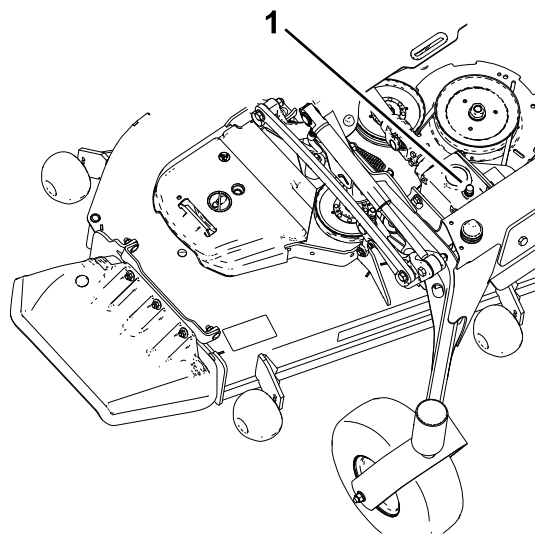

Figura 54
5. Retire la varilla/tapón de llenado de la parte superior de la caja de engranajes y asegúrese de que el lubricante está entre las marcas de la varilla (Figura 54).